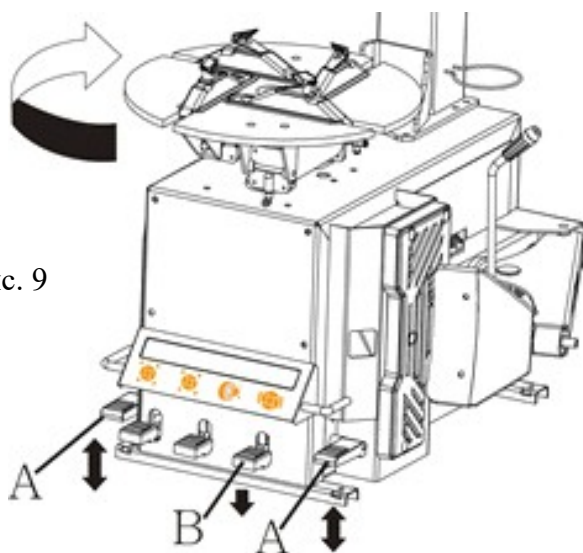

Рис. 9
- Эксплуатационное испытание: После подключения питания, нажмите педаль А (рис.9), поворотный стол будет вращаться по часовой стрелке. Это очень важный тест.
- ✓ Лубрикатор 1 используется для добавления определенного количества смазки в газ, который подается к движущимся частям цилиндра и регулятора. Выжмите педаль В (см. рис.9), 3 ~ 5 раз, капля смазки должна упасть в чашку регулятора. Если этого не произойдет, следует подстроить с помощью регулировочного винта.